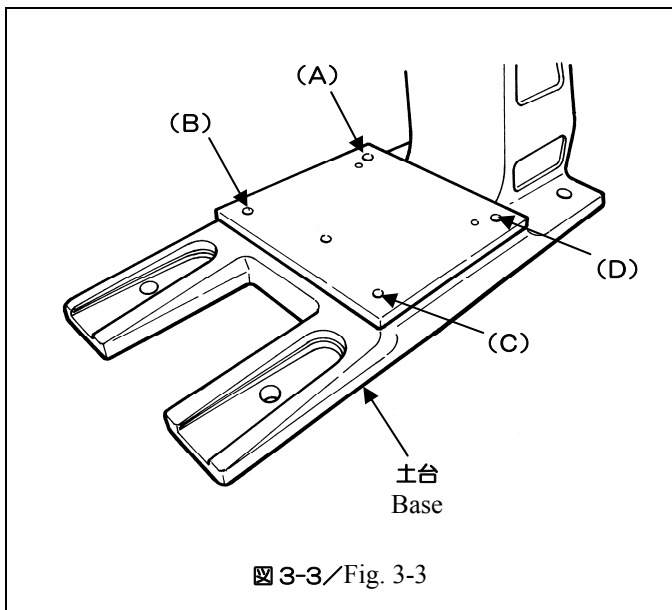
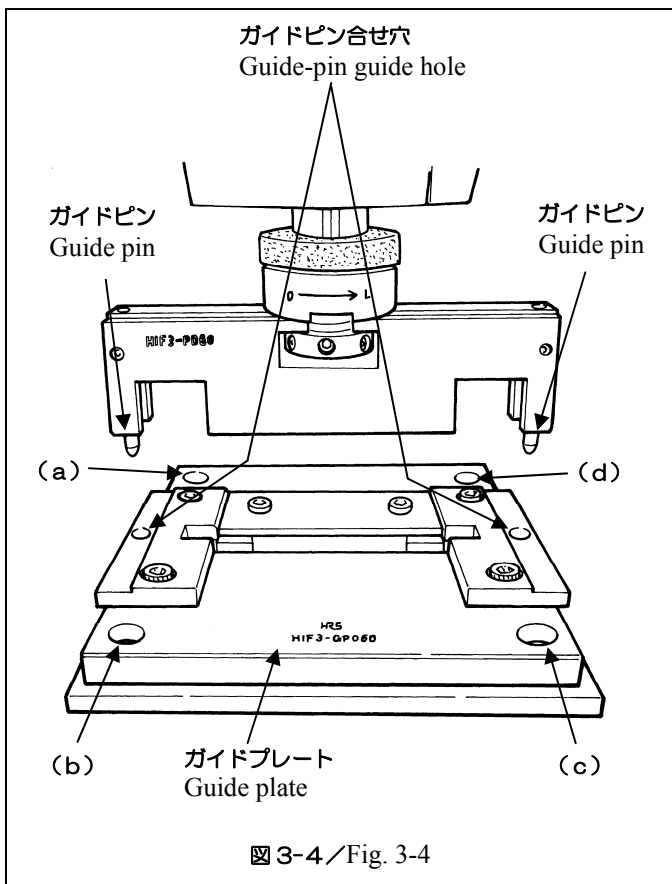

図 3-3 / Fig. 3-3
図 3-4 / Fig. 3-4
1) 結線プレスのガイドプレート取付部の（図 3-3 参照）(A) (B) (C) (D) の取付穴にガイドプレートの（図 3-4 参照）(a) (b) (c) (d) の取付穴を合せて下さい。
1) Align (a), (b), (c) and (d) of the guide plate (see Fig. 3-4) with the mounting holes (A), (B), (C) and (D) of the guide-plate mounting section of the connection press (see Fig. 3-3).
2) 次に附属の M5 六角穴付ボルトを (a) - (c)、(b) - (d) と対角に差し込み、M5 六角レンチで締めて固定して下さい。（図 3-4 参照）HIF2 はあらかじめ加圧ブロックのガイドピンがガイドプレートのガイドピン合せ穴に入るようにプレスハンドルを下げ、ハンドルを軽く押したままボルトを締めて下さい。
2) Insert the M5 hexagon socket head bolts (supplied accessories) diagonally as (a)-(c) and (b)-(d) and secure them with the M5 hexagonal wrench key. (See Fig. 3-4).